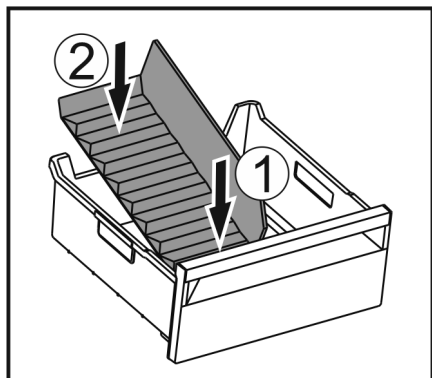

Fig. 176
- Vložte prednú časť oddelovača zásuvky na ľad. Fig. 176 (1)
- Spustíte zadnú časť oddelovača zásuvky na ľad až na dno zásuvky. Fig. 176 (2)